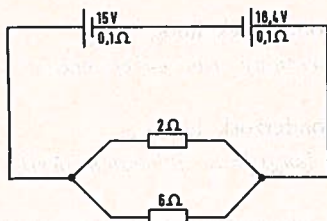

FIG. 1
14. Twee batterijen zijn geschakeld volgens fig. 1. Bereken de stromen en de klemspanningen van de batterijen.